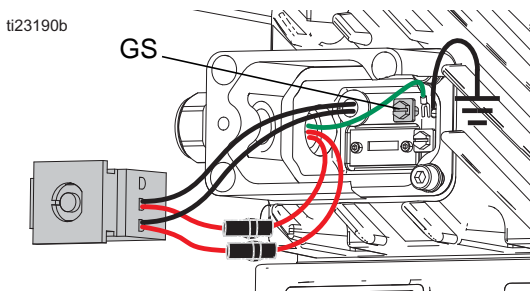

FIG. 11: Tornillo de conexión a tierra
10. Tienda los cables por el soporte del cable del ventilador (C1) conectado al controlador (no a la caja de conexiones (S)).
11. Vuelva a conectar el cable de conexión de tierra al tornillo de tierra. Apriete el tornillo de tierra. Consulte FIG. 11.
12. Utilice una virola para conectar cada cable del ventilador a uno de los dos cables que salen el ojal del motor. Conecte después un conjunto de cables en la ubicación 1L1 de la caja de desconexión ay el otro cable en 3L2. Consulte FIG. 11.